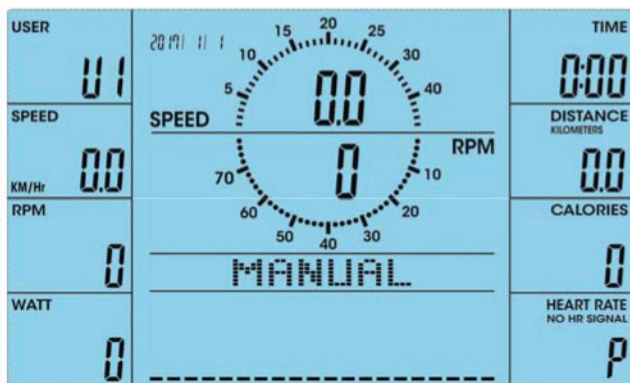

Abb. 16
1. Drücken Sie ENTER im MANUAL Programm (Abb. 16).
1. Wählen Sie MANUAL aus und bestätigen Sie mit ENTER (Abb. 16).